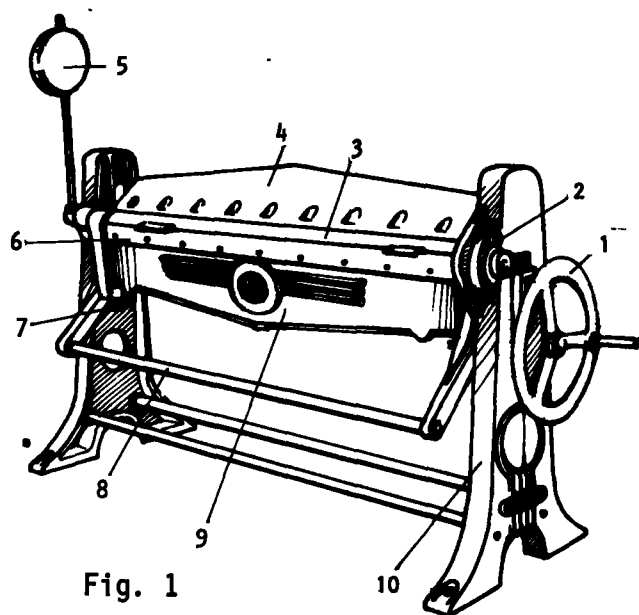

Fig. 1
*Plegadora manual:* Tiene aproximadamente un largo útil de hasta 1.600 mm, altura 1.100 mm y su peso es de aproximadamente 800 kilos (Fig. 1).